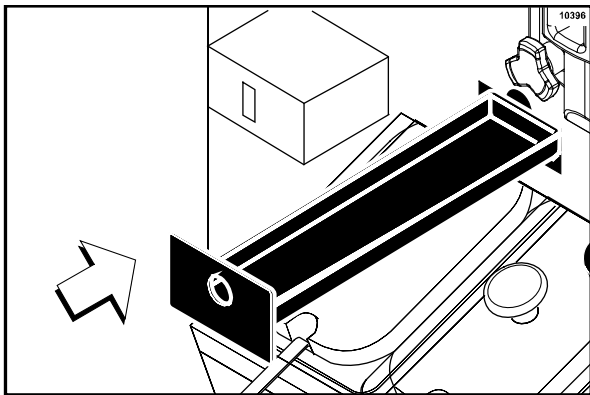

Figure 141
16. Glisser le grand bac ramasse-gouttes dans l'espace du panneau avant situé au-dessus des distributeurs de garniture sirop (Cf. Figure 141).